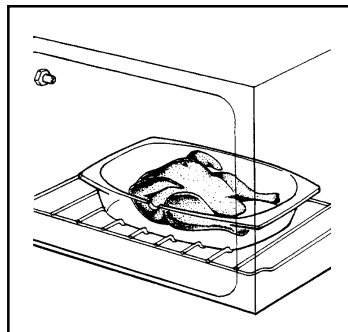

Рис. 27
2. Для приготовления блюд используйте посуду, которую можно поставить в духовку и поставьте ее на решетку (Рис. 27) на уровне, указанном в таблицах приготовления. Как правило, наилучшие результаты получаются при использовании 2-го уровня снизу.